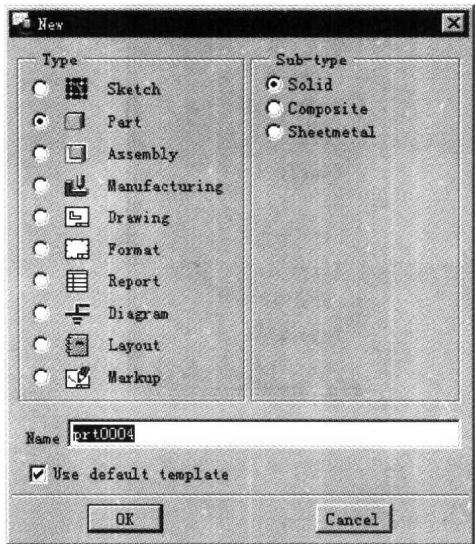

图 1-6
- New: 该选项用于建立一个新文件, 左键单击该选项将出现如图 1-6 所示的对话框。该对话框可以指定新文件的类型。